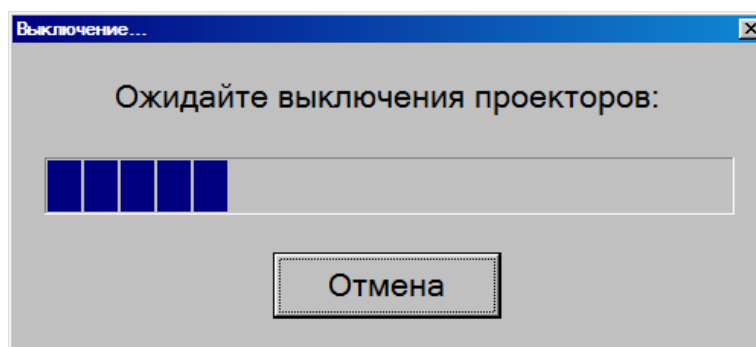

Рисунок 33 – Окно ожидания выключения проекторов
3) Дождаться выключения проекторов (Рисунок 33).²